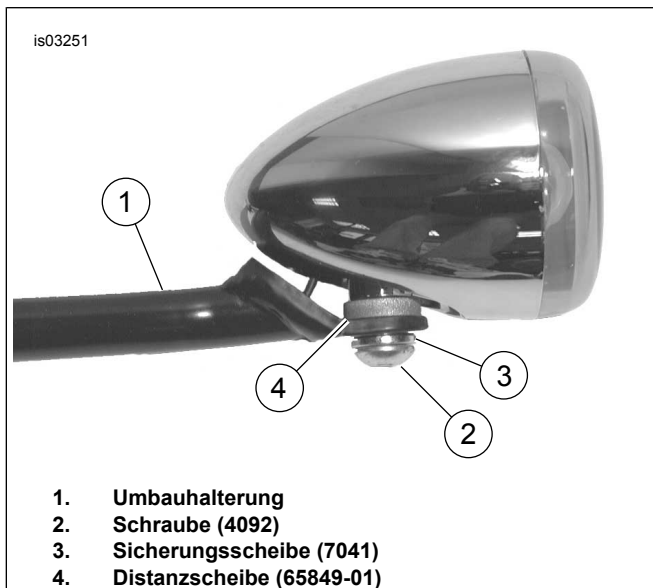

Abbildung 8. 2-3/8-in-Blinkerleuchten einbauen
2. Siehe Abbildung 8. Loctite 243 (blau) auf das Schraubengewinde (2) auftragen.
- Die Blinkerleuchte mit der Schraube (2), Sicherungsscheibe (3) und Distanzstück (4) an der Blinkerumbauhalterung (1) befestigen. Das Distanzstück muss zwischen Leuchte und Umbauhalterung eingesetzt werden.